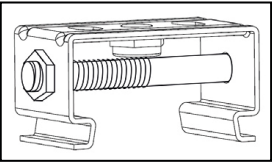
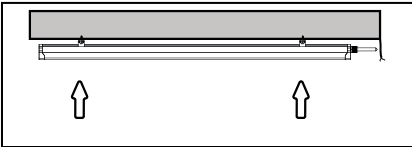

Рис. 1
Рис. 3
- 5.12 Закрепите скобы на поверхности установки и защелкните в скобы осветительный прибор (рис. 3). **Внимание!** После установки светильника в скобы необходимо установить стягивающие болты в боковые отверстия на скобах и затянуть гайкой (рис. 1).